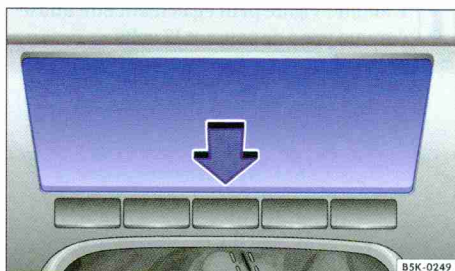

Fig. 111 Dans la console centrale avant : ouverture du cendrier.
- Pour *ouvrir* le cendrier, appuyez brièvement dans le sens de la flèche ⇒ fig. 111 sur le cache du cendrier. Le cache s'ouvre automatiquement.
- Rangement ou cendrier avant ⇒ page 163, fig. 111